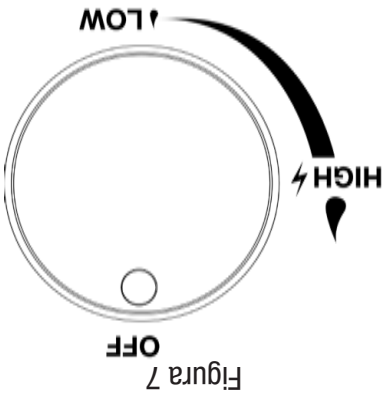
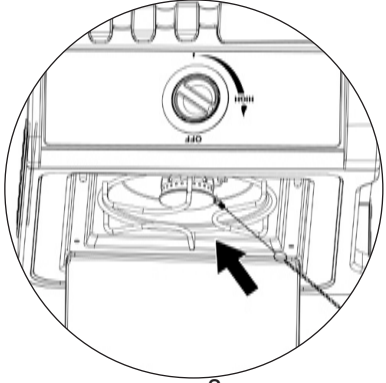

Figura 7
Figura 8
3. La perilla de control tiene que estar en la posición "OFF" (apagado). Vea la Figura 7.
4. Abra el gas (ON) desde el tanque de propano líquido.
8. En caso de que el encendedor no encienda el quemador, use una cerilla encendida colocada en la vara de encendido que se acompaña para encender los quemadores manualmente. Acerque la llama de la cerilla al lado del quemador (vea Figura 8).